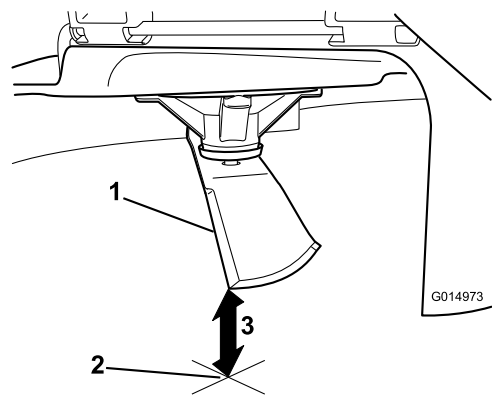

**Figure 67**
3. Mesurez la distance entre la pointe de la lame et la surface plane (Figure 67).